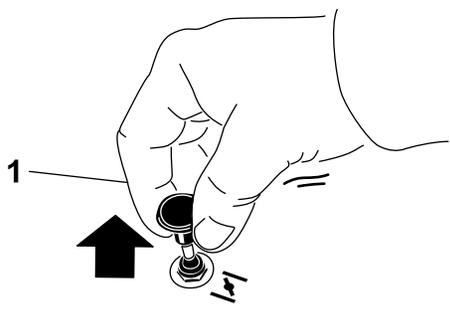

Figure 19
2. Tirez sur le bouton de starter pour engager le starter avant d'utiliser le commutateur d'allumage (Figure 19).
3. Poussez sur le bouton pour désengager le starter lorsque le moteur a démarré (Figure 19).